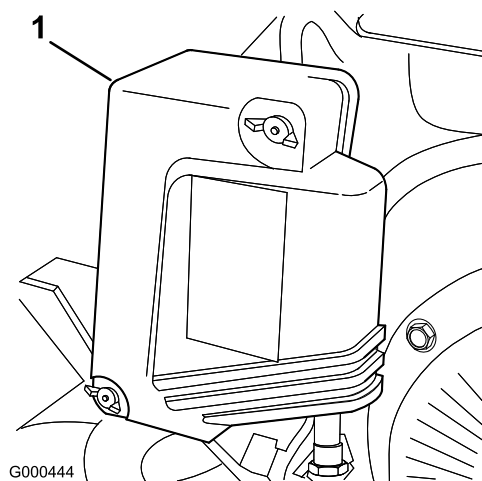

Figura 21
2. Retire las tuercas de orejeta que sujetan la tapa del limpiador de aire al limpiador de aire y retire la tapa (Figura 21).